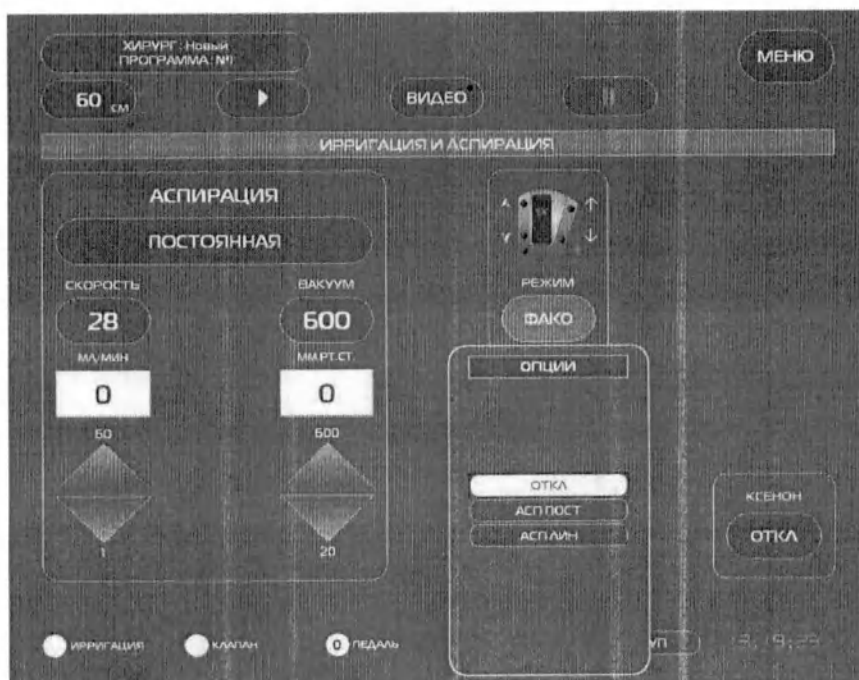

Рис.14.20 – Выбор параметра.
- Верхняя клавиша-табло «ОПЦИИ» – позволяет в появляющемся окне (Рис. 14.20) выбрать опции, которые увеличивают на заданное значение параметра при повороте платформы в горизонтальной плоскости (Рис.13.3).